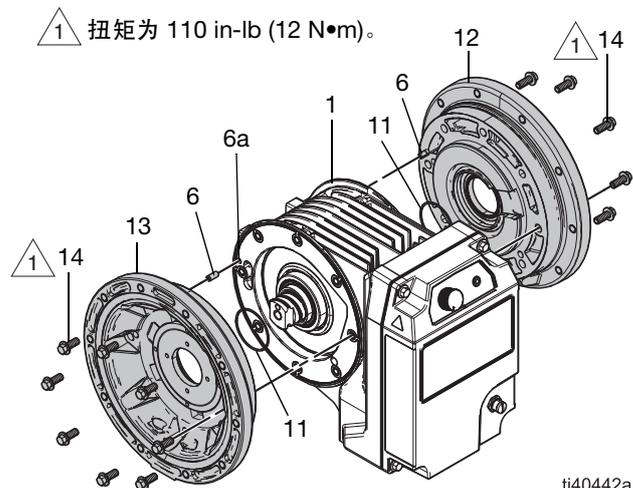

图 18：中心部分，负载侧
3. 将转子和轴组件 (7, 7a) 插入定子外壳 (1)。
**注意：**确保轴 (7a) 的平面朝向负载侧定子盖 (13)。
**注意：**转子 (7) 的外圈唇缘将从定子外壳 (1) 略微升高。
4. 将密封件 (47) 安装到轮毂 (8) 上。
5. 将另一个密封件 (11) 组装到轮毂 (8) 上。
6. 将预紧螺母和轮毂 (9, 8) 安装到负载侧盖 (13) 上：
- a. 在轮毂 (8) 的螺纹上涂抹防卡剂。
- b. 将预紧轮毂 (8) 拧到负载侧定子盖 (13) 上。确保预紧轮毂 (8) 的唇缘朝向转子 (7) 的中心。
- c. 旋转轮毂 (8)，直到密封件 (47) 接触盖 (13) 的孔。
- d. 将负载侧定子盖 (13) 安装到定子外壳 (1) 上。首先，将密封件 (11) 安装到定子盖 (13) 中。参考图 18。
- e. 将定子盖 (13) 中的销 (6) 与定子外壳 (1) 上的销孔 (6a) 对齐，然后轻轻插入定子盖 (13)。确保定子帽正确安装到位。参考图 18。
- f. 将紧固件 (14) 安装到定子盖 (13) 中。扭矩：110 in-lb (12 N•m)。请参考第 15 页的**扭矩说明**。
- g. 将预紧轮毂安装工具插入预紧轮毂 (8)。
- h. 在预紧轮毂安装工具上使用适用的扳手以 20 ft-lb (27 N•m) 的扭力拧紧预紧轮毂 (8)。
- l. 将预紧轮毂 (8) 松开四分之一圈，然后重新以 10 ft-lb (13 N•m) 的扭力拧紧。
**注意：**为确保转子能够正常旋转，注意不要将预紧轮毂 (8) 拧得过紧。
- m. 使用记号笔标记轮毂 (8) 相对于定子盖 (13) 的位置。